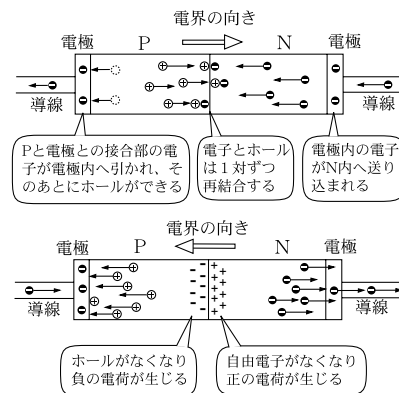

図3
(B) PN 接合 N 型半導体中のキャリアである電子は電荷が負であるため、正電位に向かって移動していく。逆に P 型半導体中の正孔は見かけ上、正電荷であるため、負電位に向かって移動する。図3のように P 型と N 型の半導体を接合したものを考える。P 型の方に正、N 型の方に負の電位をかけると、P 型領域の正孔は負電位に引かれて N 型領域の方へ、逆に N 型領域の電子は正電位に引かれて P 型領域の方へ流れ込み、電流が流れる。逆に P 型に負電位、N 型に正電位をかけると、正孔も電子も接合部分から遠ざかるように動くため、接合部分付近はキャリアの存在しない空乏層となる。この部分